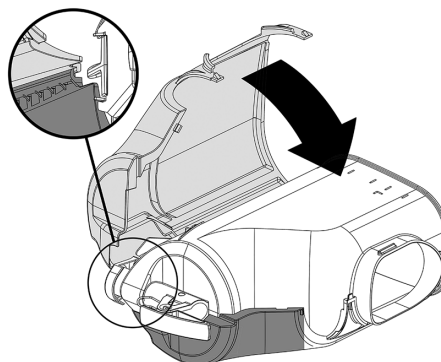
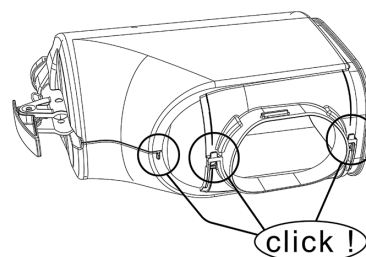

figura 4
figura 5
- 2** Coloque la parte izquierda del recuperador, haciendo coincidir el encaje evidenciado. Cierre a presión las dos partes. (ver figura 4)(ver figura 5).